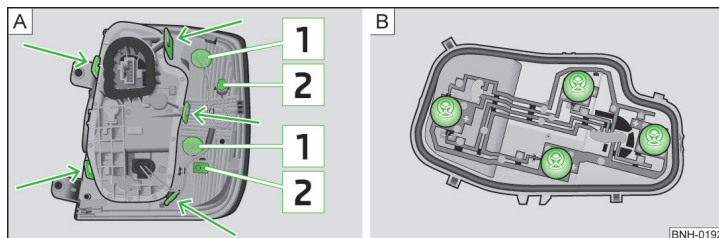

Fig. 158 Partea exterioară a lămpii / partea interioară a lămpii
- Împingeți cu atenție blocul optic spate în caroserie, astfel încât bolțurile **2** » fig. 158 la pagina 172 ale lămpii să se fixeze în suporturile din caroserie » **!**.
- Rotiți soclul becului **1** » fig. 158 în sens antiorar și scoateți-l din carcasa lămpii.
- › Deblocați suportul becului din elementele de fixare marcate cu săgeți » fig. 158 - **A** și scoateți suportul becului din blocul optic spate.
- › Rotiți becul respectiv » fig. 158 - **B** până la capăt **în sens antiorar** și scoateți-l din soclul becului.